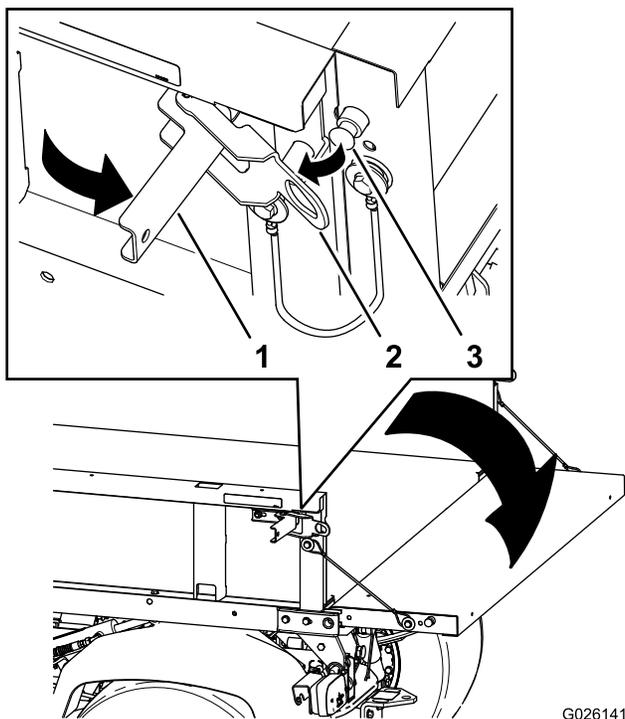

図 13
2. 荷台の左右にあるラッチを解放してテールゲートを下げる 図 13。